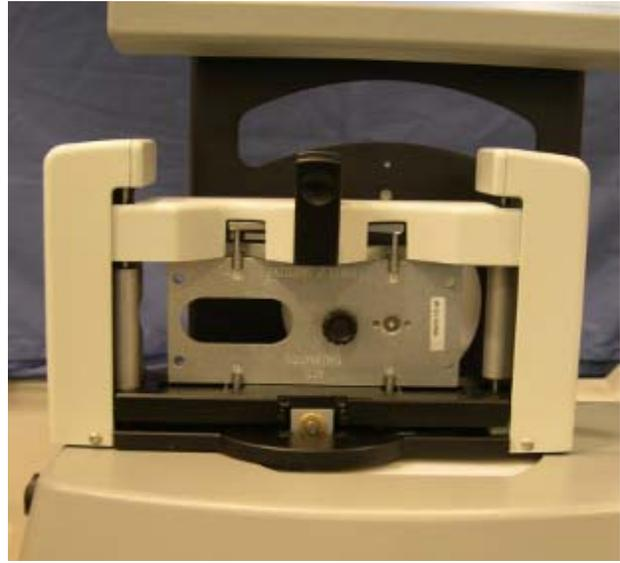

Figura 3.2: Lente montada no suporte de Molde/Lente e depois montada na leitora traçadora.
5. Libere o atuador do suporte da armação. Observe a Figura 3.2 abaixo.